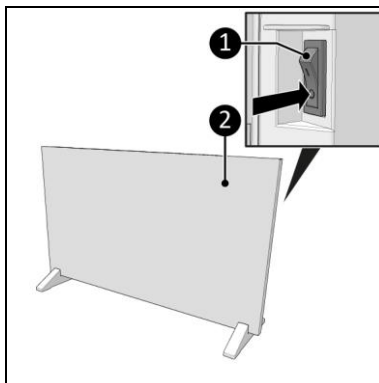

Figura 17
1. Setăți comutatorul ON/OFF în poziția ON (Figura 17, poz. 1).
2. Afișajul (Figura 17, poz. 2) va afișa OFF.
1. Asigurați-vă că comutatorul ON/OFF este în poziția OFF (Figura 17, poz. 1).